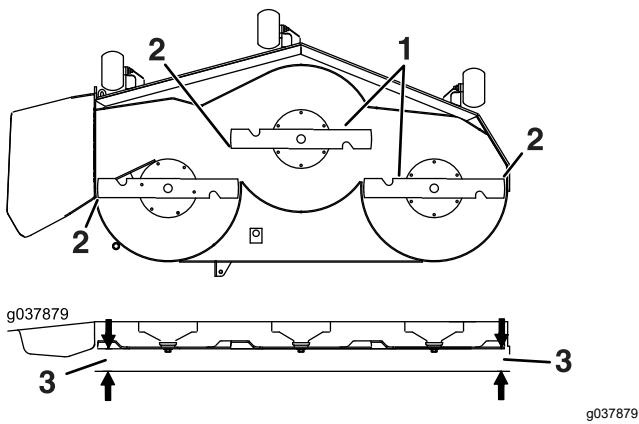

Figura 90
6. Mida entre la punta de la cuchilla y la superficie plana (Figura 90). Si ambas mediciones no están dentro de los 5 mm (3/16"), ajuste la nivelación; siga con este procedimiento.
14. Gire cuidadosamente las cuchillas colocándolas perpendicularmente al sentido de avance de la máquina (Figura 90).